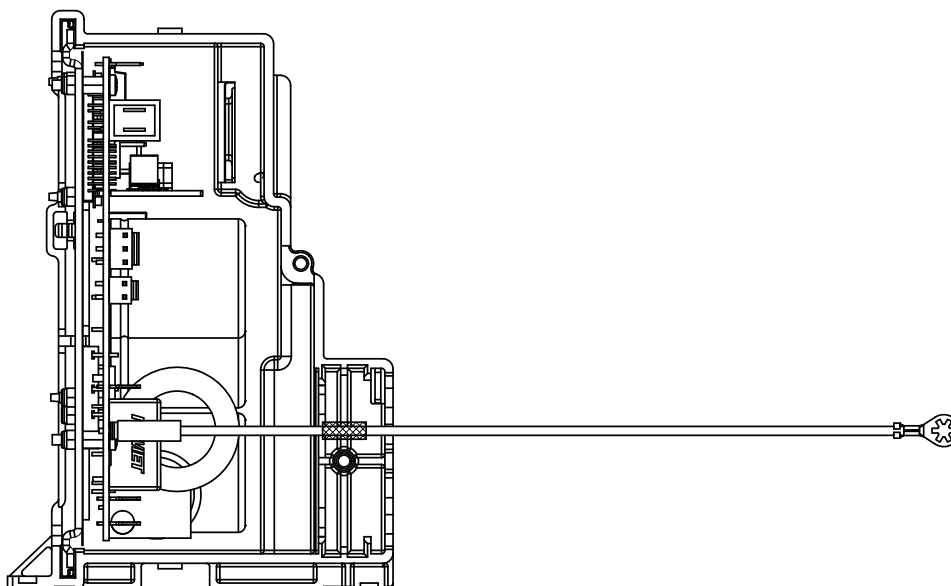

Figura 3.1: Disposición de los cables
2. Tenga cuidado de colocar la tierra EMI (cuando se aplique) y los cables de tierra de seguridad con la cinta protectora debajo del alivio del cable como se muestra en la Figura 3.1.